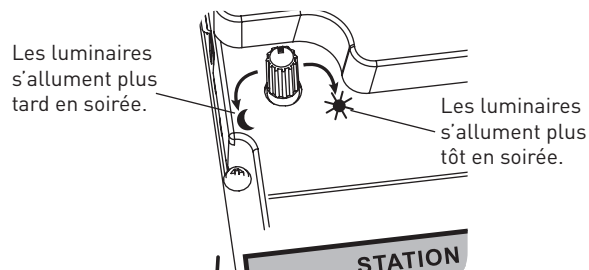

Figure 7 : Capteur de lumière
- Si vous désirez que le capteur de lumière allume les luminaires plus tôt en soirée, tournez le cadran de réglage du capteur de lumière dans le sens des aiguilles d'une montre, en direction du soleil. Si vous désirez que le capteur de lumière allume les luminaires plus tard en soirée, tournez le cadran de réglage du capteur de lumière dans le sens contraire des aiguilles d'une montre, en direction de la lune. (Consultez la figure 7.)